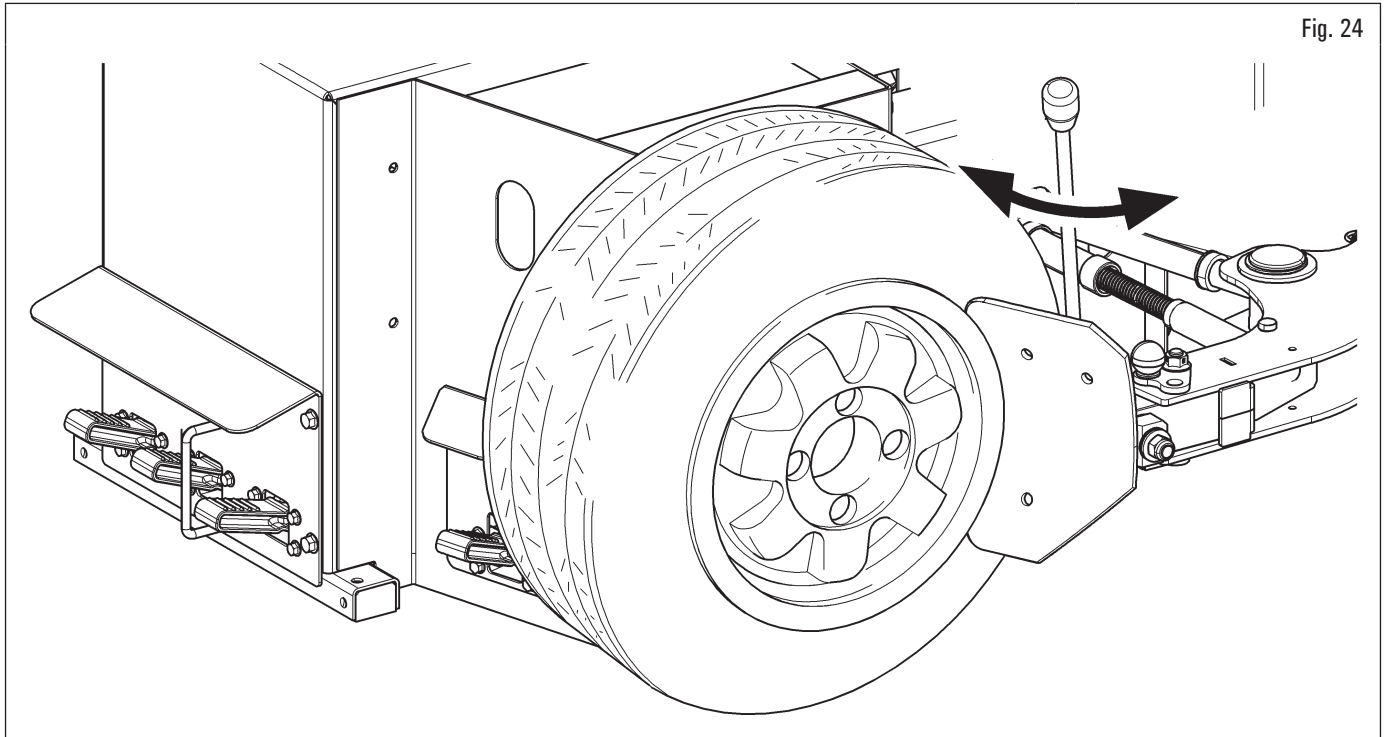

Fig. 24
1. coloque la rueda como indica la Fig. 24 y acerque la paleta de destalonado al borde de la llanta;